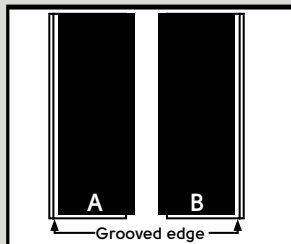

Figure. 3
3. Ouvrez plusieurs cartons/boîtes du matériau. La mention « A » et « B » est écrite au dos de chaque lame (schéma ci-dessous). Séparez les différentes lames en piles, en gardant les bords dans le même sens. Mélangez les lames dans chaque pile pour obtenir un aspect plus naturel lors de la pose (Figure 3).